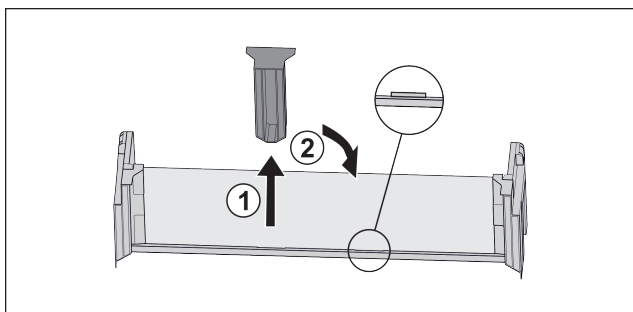

Fig. 124
- Stiahnite stredný prídržný diel Fig. 124 (1).
- Nasad'te stredný prídržný diel do druhej pozície Fig. 124 (2).